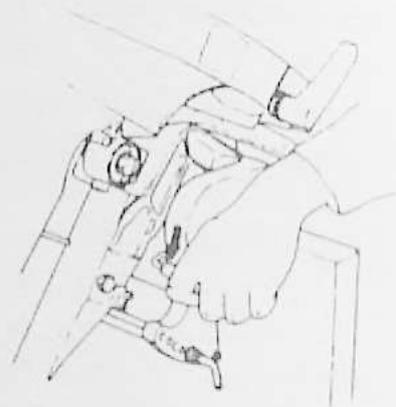

Fig. 10
- Abaisser le levier situé sous la cuvette au niveau des presses (côté barre franche) (Fig. 10) et le bloquer dans sa position inférieure. Relever le moteur et le verrouiller avec le levier situé de l'autre côté.
- Avant de repartir, remettre le levier de commande à sa position initiale et s'assurer que le moteur est bien verrouillé pour éviter qu'il ne se relève lorsque vous utiliserez la marche arrière. (Fig. 10 bis).
Fig. 10 bis